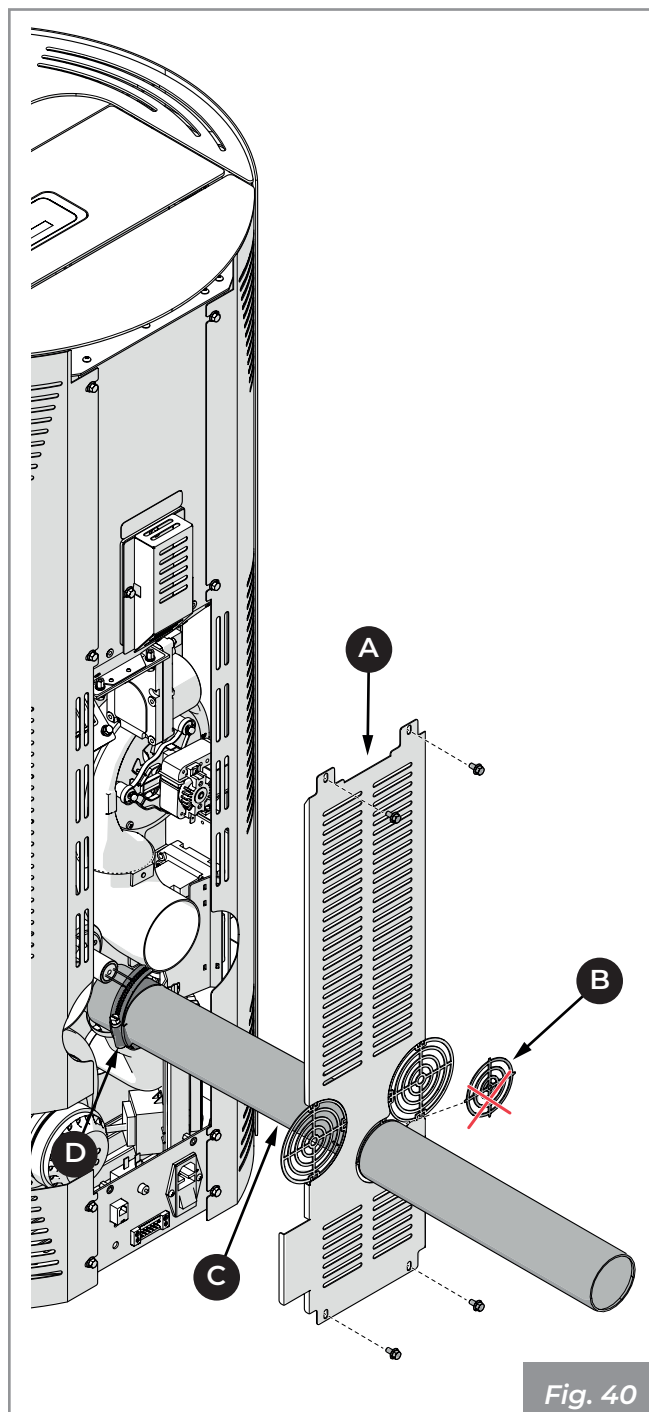

Fig. 40
- Smontare lo schienale della stufa (A).
- Togliere il pretranciato (B) sullo schienale (A) e far passare il tubo flessibile (C) per collegarlo ad una presa d'aria esterna (Fig. 40).
- Stringere il tubo (C) con la fascetta metallica (D) precedentemente allentata.